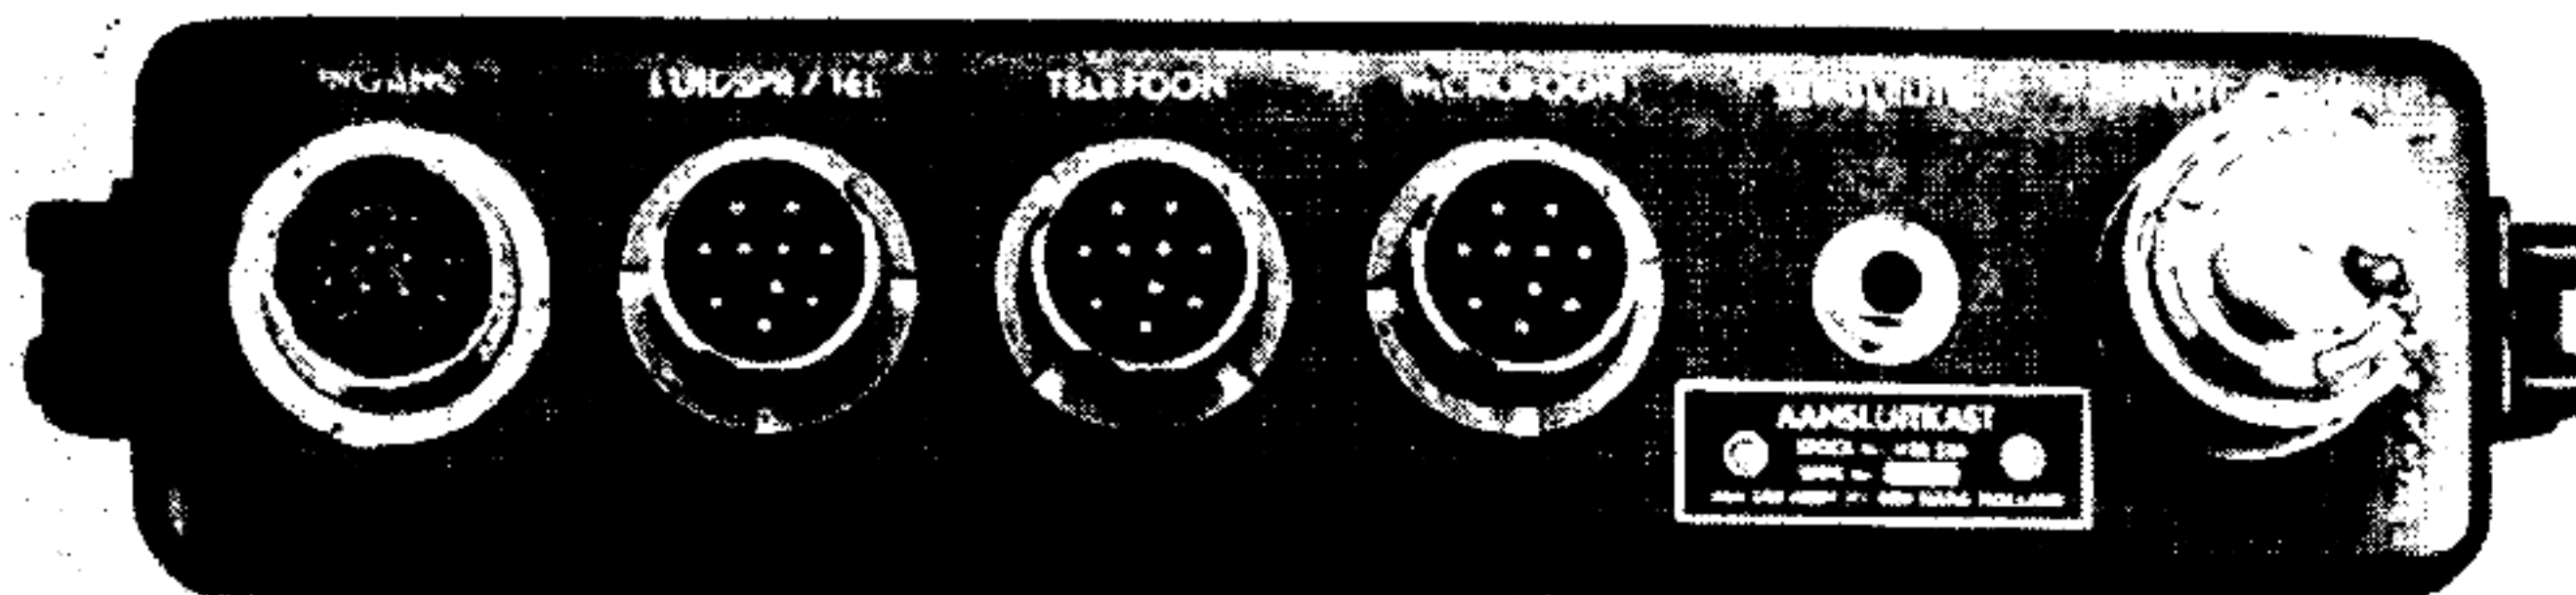

Fig. 5 Aansluitkast N20Z56, frontpaneel
2.1.4 Aansluitkast N20Z56 (zie fig. 5)